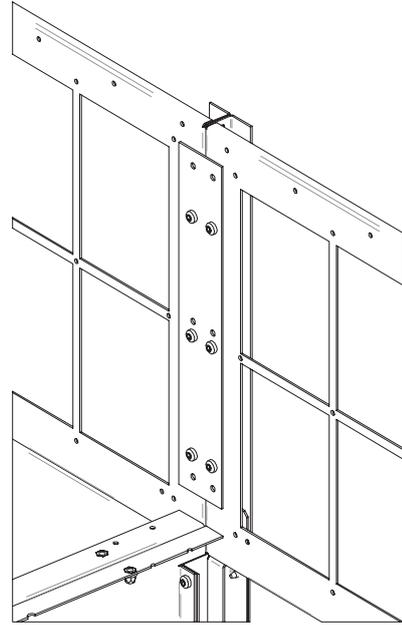

Abbildung 45. Schrauben des oberen Verbindungsprofils
b) Das Verbindungsprofil und die Platten der Schaltfelder (mit 6 Schrauben Torx M6x12) zusammenschrauben, damit sie perfekt angezogen sind. Einen Schraubbolzen (Rundkopf vom Vierkant unter dem Kopf M8x20) mit einer Mutter (Sechskant mit Flansch M8) (Abbildung 45) einstecken, um die Schaltfelder und das Verbindungsprofil zusammenzuführen.